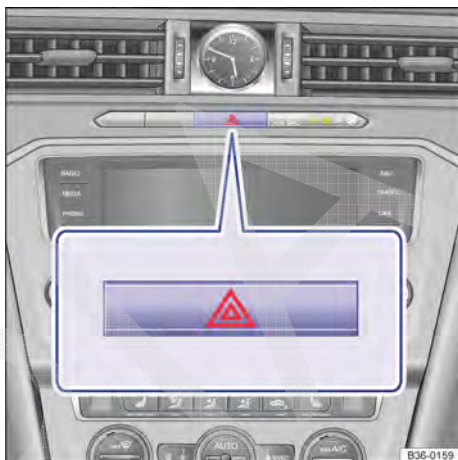

Fig. 35 Na parte superior do console central: botão das luzes de advertência.
2. Ligar as luzes de advertência com o botão  → Fig. 35.